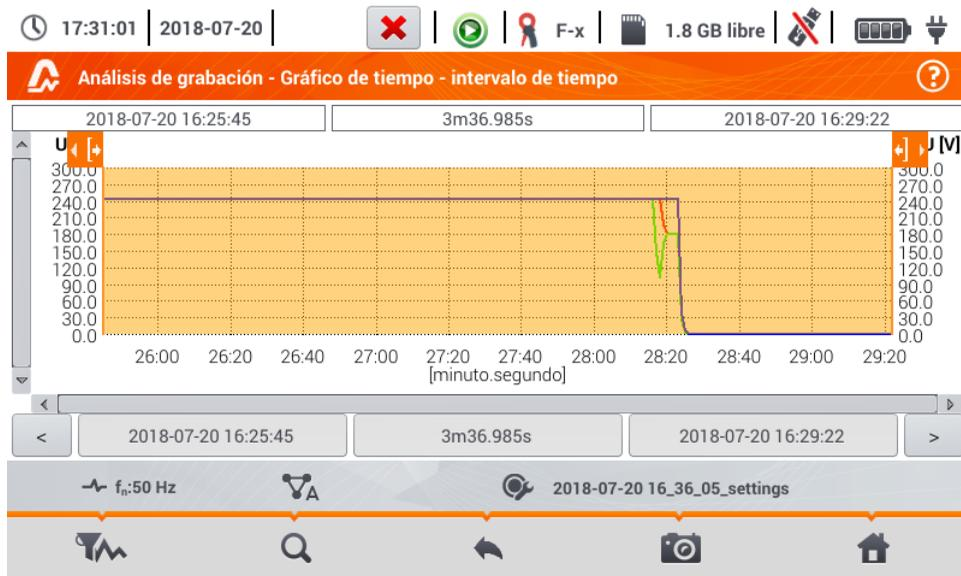

Fig. 5.19. Gráfico de tiempo del registro
Si en la **sección 5.8** paso ③ se ha seleccionado el icono , se mostrará la pantalla como en la **Fig. 5.19**.